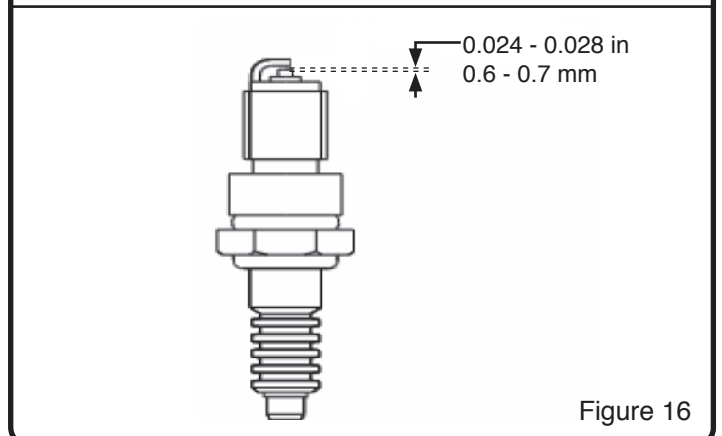

Figure 16
5. Vérifiez que l'écartement de la bougie d'allumage mesure 0.6-0.7 mm (0.024-0.028 po). (Voir Figure 16)